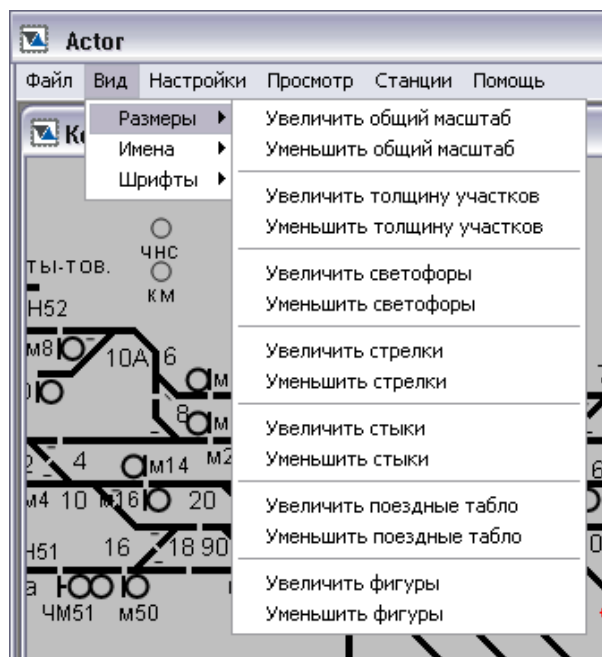

Рис. 3
- «Размеры». Подпункт позволяет изменять размеры окна текущей станции, а также отдельных элементов схемы станции или участка. Для того чтобы изменить размеры какого-либо элемента схемы, необходимо нажать на соответствующий пункт меню (Рис. 3). Доступно изменение размеров до предельного значения. Если дальнейшее увеличение или уменьшение невозможно, соответствующий пункт меню становится неактивным.